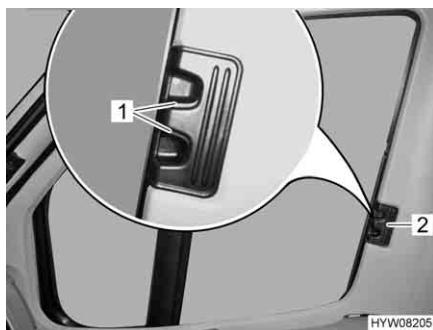
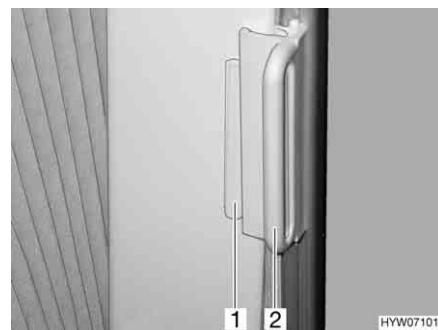

Fig. 59 Tendina oscurante pieghevole per il finestrino del conducente/ passeggero
Fig. 60 Tendine oscuranti pieghevoli per il finestrino del conducente/ passeggero (alternativa)
- Comprimere le levelette di bloccaggio (Fig. 59,1) e mantenerle in questa posizione.
- Con la levelette (Fig. 59,2 o Fig. 60,2) tirare le tendine oscuranti pieghevoli per il finestrino del guidatore e del passeggero verso l'altro lato della finestra e congiungerle alle strisce magnetiche.
- A seconda del tipo di tendina oscurante, premere e tenere premute le levette di bloccaggio (Fig. 59,1).
- Inserire fino all'arresto le tendine oscuranti pieghevoli per il finestrino del guidatore e del passeggero per la maniglia (Fig. 59,2 o Fig. 60,2).
- Rilasciare le levette di bloccaggio (Fig. 59,1) e farle innestare, oppure spingere l'impugnatura (Fig. 60,2) fino al sopralzo (Fig. 60,1).